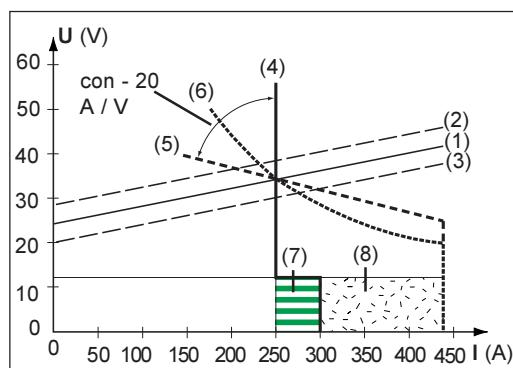

Abb.26 Mittels Funktion EIn auswählbare Kennlinien
Ist der Parameter „con“ eingestellt, wird der Schweißstrom, unabhängig von der Schweißspannung, konstant gehalten. Es ergibt sich eine senkrechte Kennlinie (4) (Abb.26).
Mittels Parameter „0,1-20“ kann eine fallende Kennlinie (5) (Abb.26) eingestellt werden. Der Einstellbereich erstreckt sich von 0,1 A / V (sehr steil) bis 20 A / V (sehr flach).
Ist der Parameter „P“ eingestellt, wird die Schweißleistung, unabhängig von Schweißspannung und -strom, konstant gehalten. Es ergibt sich eine hyperbolische Kennlinie (6) (Abb.26).